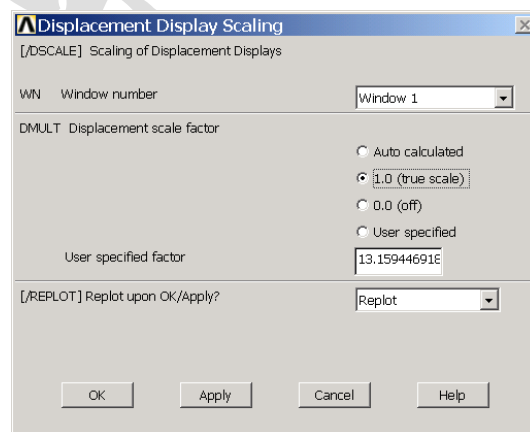

图6.13 控制变形缩放比例
(1) 单击【Utility Menu】|【PlotCtrls】|【Style】|【Displacement Scaling】菜单，弹出如图 6.13 所示的对话框。
说明：在图 6.13 所示的对话框中用户选中【User specified】单选项，并在【User specified factor】文本框中输入缩放比例，可实现用户自定义比例显示变形图。